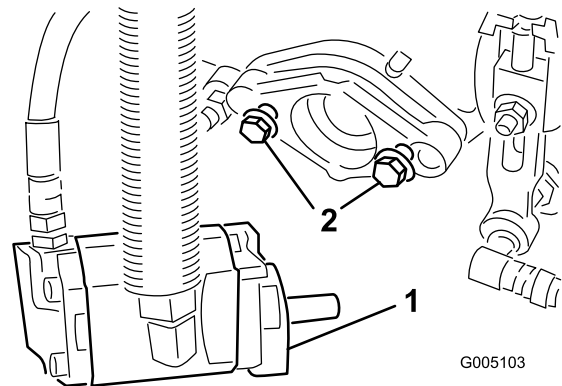

Bild 10
6. Lassen Sie ungefähr 13 mm Gewinde an jedem Befestigungsbolzen des Spindelmotors sichtbar (Bild 10).
9. Ziehen Sie die Befestigungsschrauben fest (Bild 10).